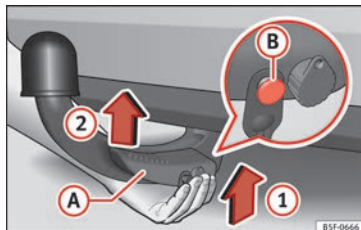

Abb. 226 Anbringen abnehmbaren Kugelkopf/Entriegelungsbolzen im entfalteten Zustand
- Den abnehmbaren Kugelkopf **von unten** » Abb. 226 halten und der Richtung von Pfeil
(1) folgend in die Hakenaufnahme einsetzen, bis er hörbar einrastet » ⚠.